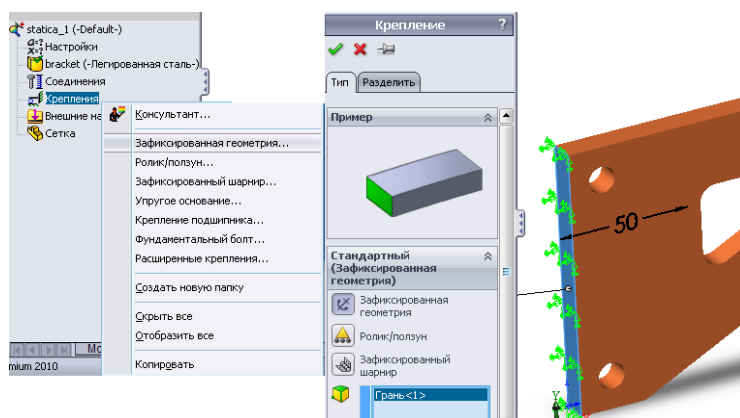

Рисунок 1.7 – Задаем граничные условия
5. Задаем граничные условия – накладываем на выбранную грань ограничение **Фиксированный**, как показано на рис. 1.7.